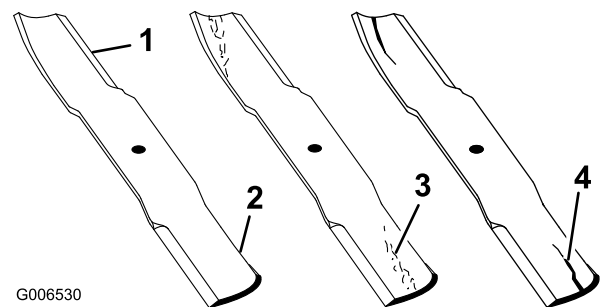

図 77
- 刃先の部分を点検する（図 77）。
- ひび、磨耗、割れの発生などがあれば、直ちに新しいブレードに交換する（図 77）。